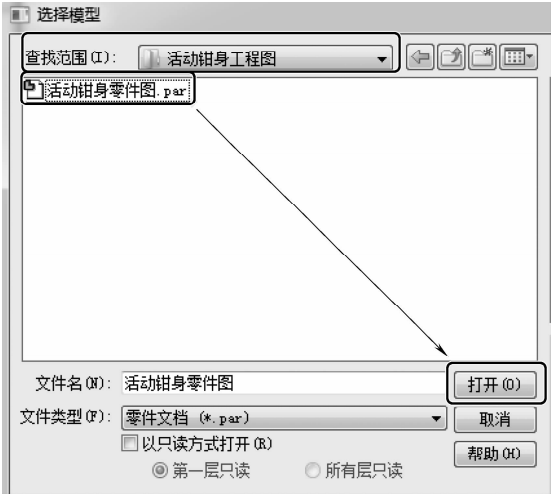

图 9-165 选择模型
(1) 单击【主页】菜单栏下【图纸视图】中的【视图向导】按钮，弹出【选择模型】对话框，在【查找范围】中找到【活动钳身零件图】所在文件夹，并选择【活动钳身零件图】后单击【打开】按钮，如图 9-165 所示。